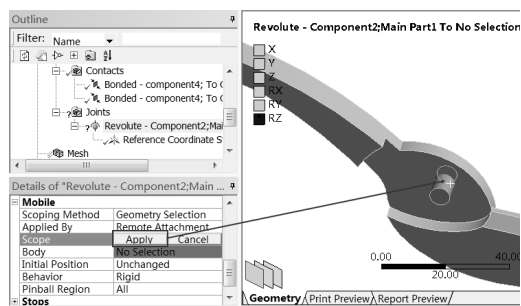

图 13-25 设置接触面
Step12 : 如图 13-25 所示 , 选择小圆柱外表面 , 然后单击  Revolute - No Selection 图标 , 在 Details of “Revolute” 面板的 Mobile Scope 中单击 Apply 按钮 , 确定选择。